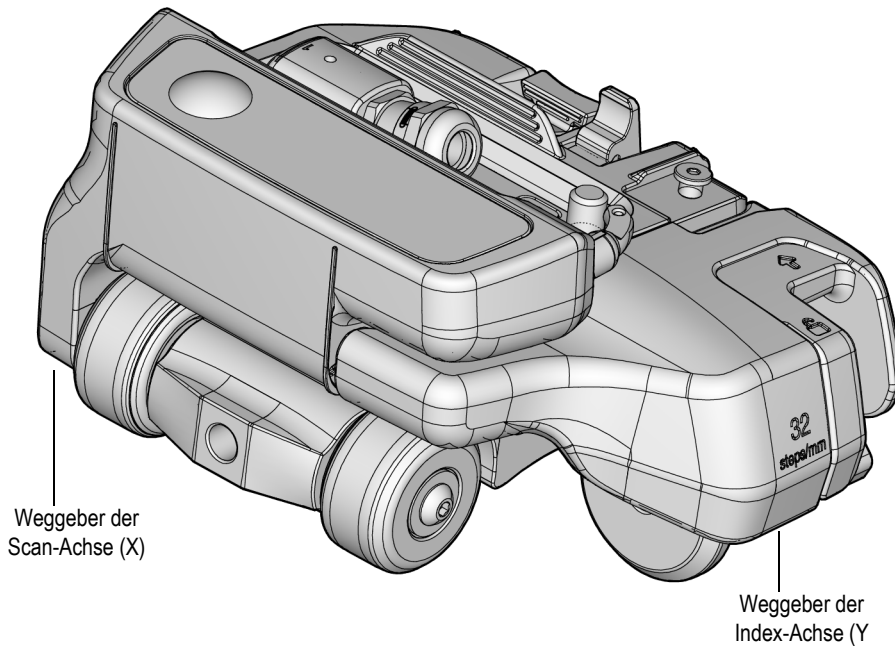

Abbildung 1-10 Positionen der Weggeber
Der HydroFORM Scanner kann mit zwei Weggebern versehen werden, um die Position des Scanners auf der Scan-Achse (X) und Index-Achse (Y) zu erfassen (siehe Abbildung 1-10 auf Seite 34).